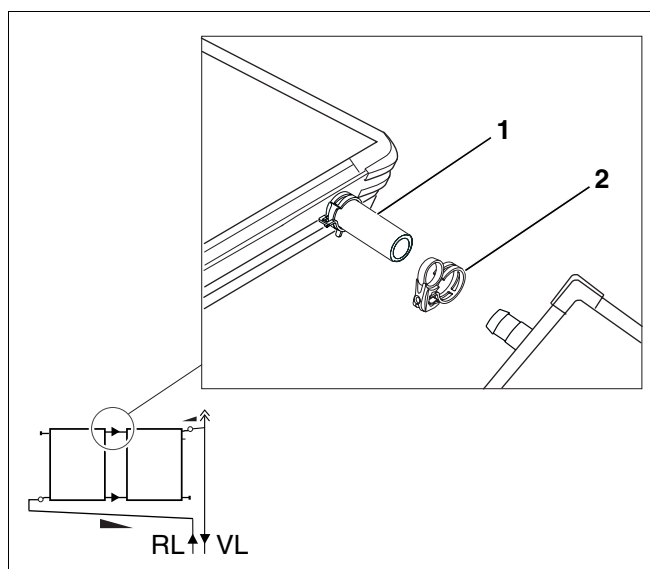

Fig. 34 Colocar las abrazaderas sobre el tubo solar
La abrazadera (fig. 34, **pos. 2**) está fijada de serie al tubo solar con una cinta elástica (fig. 34, **pos. 1**).
- ▶ Antes de colocar el siguiente colector, coloque primero las abrazaderas (fig. 34, **pos. 2**) sobre los tubos solares previamente montados (fig. 34, **pos. 1**).
Preste atención a que la segunda abrazadera (fig. 34, **pos. 2**) esté acoplada al tubo solar.